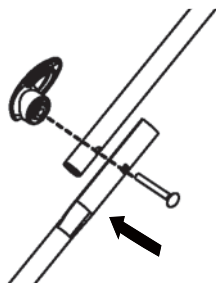

Fig.6
- > Soulevez la poignée du haut [g], alignez-la avec la barre de liaison [i], en vous assurant que le cordon n'est pas tordu, et rattachez-les avec les boulons et les boutons de verrouillage. Insérez les boulons dans les trous, serrez les boutons dans le sens des aiguilles d'une montre [Fig. 6].